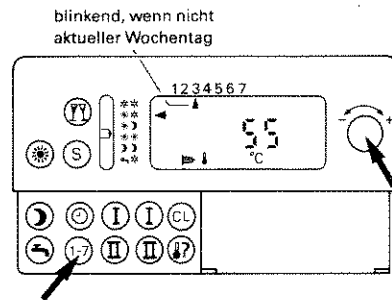

Abb. 31
1. Taste „1-7“ drücken, und gleichzeitig Einstell-Drehknopf „-“/“+“ nach links oder rechts drehen bis „▲“ in der Anzeige auf „3“ (= Mittwoch) zeigt (Abb. 31).
1. Taste „1-7“ drücken, und gleichzeitig Einstell-Drehknopf „-↔+“ nach links oder rechts drehen bis „▲“ in der Anzeige auf „3“ (=Mittwoch) zeigt (Abb. 31 auf Seite 25).